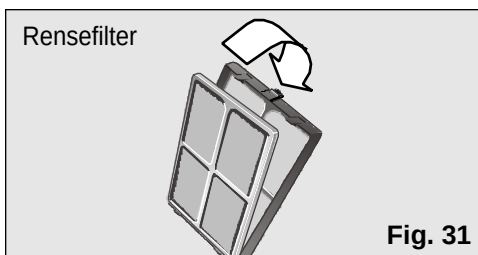

Fig. 31
- ☐ Sett rensefilteret inn i standardfilteret som vist på Fig. 31.